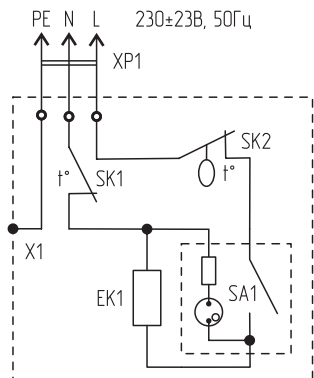

Рис. 2. Электрическая схема конвектора 10MX-12
5.2. Схема электрических соединений и узлов модели 10MX-12 показана на рис. 2. Нагревательный элемент имеет один нагреватель EK1, в цепь питания которого включены рокерный переключатель с подсветкой SA1, термовыключатель защиты от перегрева SK1 и биметаллический термостат SK2.